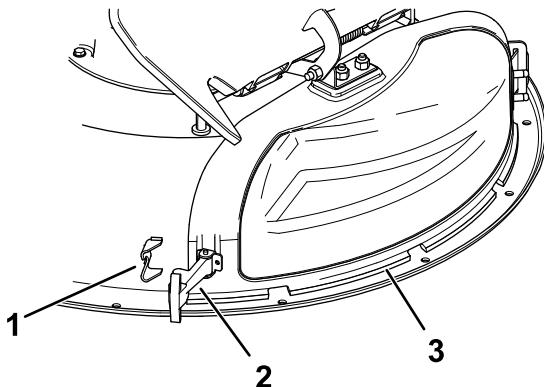

Bild 11
3. Lösen Sie den flexiblen Riegel vom Riegelhalter an der Auswurfkanalabdeckung und schwenken Sie die Auswurfkanalabdeckung nach rechts (Bild 11).
6. Haken Sie zum Befestigen der Auswurfkanalabdeckung am Mähwerk den flexiblen Riegel an der Auswurfkanalabdeckung im Halter am Mähwerk ein (Bild 11).